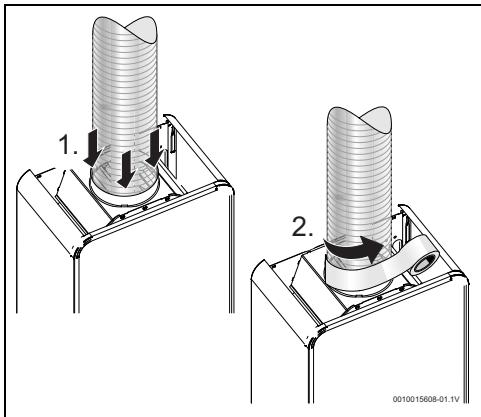

Fig. 10
- être insérée à l'intérieur de la bague de la cheminée (→dimension de la bague dans le Tabl. 4), sans espace libre, et reposer sur les raccords. En présence d'un espace libre, le raccordement doit être étanchéifié à l'aide du matériau adapté (Fig. 10),